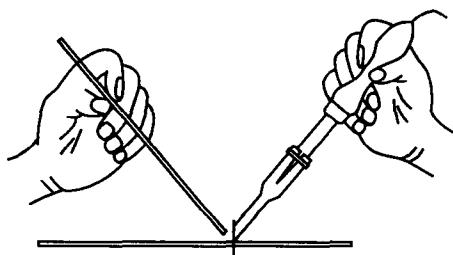

图 1-15 撤焊锡丝
(3) 撤丝过程：当焊点形成且大小适中时，将左手捏着的焊锡丝迅速撤去，并保持烙铁的加热状态，见图 1-15。